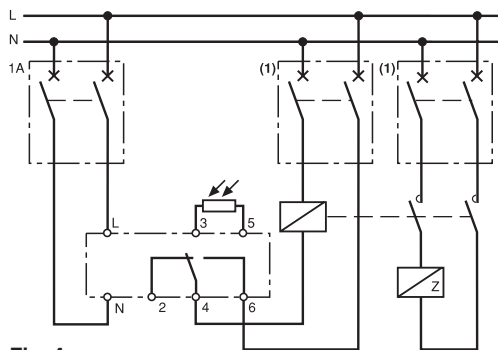

Fig. 4
- Puissance > 16 A, Cos φ = 1: vous devez relayer votre charge avec un contacteur (fig. 4).